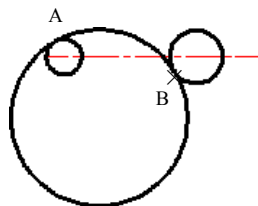

图 17.4.5 绘制第三个圆
Step5. 绘制第三个圆，如图 17.4.5 所示。选择下拉菜单    命令；在参考圆上的某一点(点 A)处单击，以选取第一个切点；在参考直线上的某一点(点 B)处单击，以选取第二个切点；在命令行中输入圆的半径值 50，按 Enter 键。